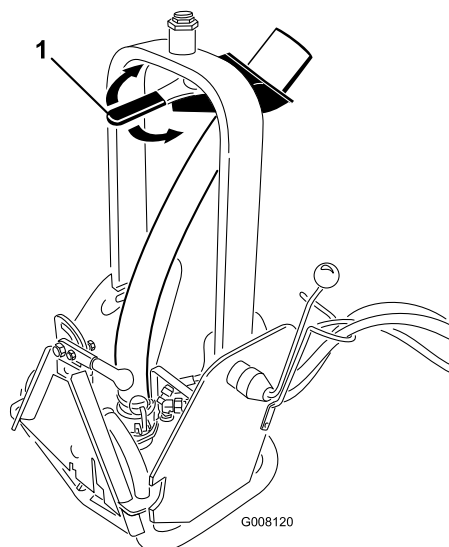

Figura 7
2. Per regolare la direzione del flusso, ruotate la maniglia dell'ugello (Figura 7) nella posizione opportuna.
Nota: È possibile aumentare o diminuire la resistenza dell'ugello della maniglia (Figura 7)